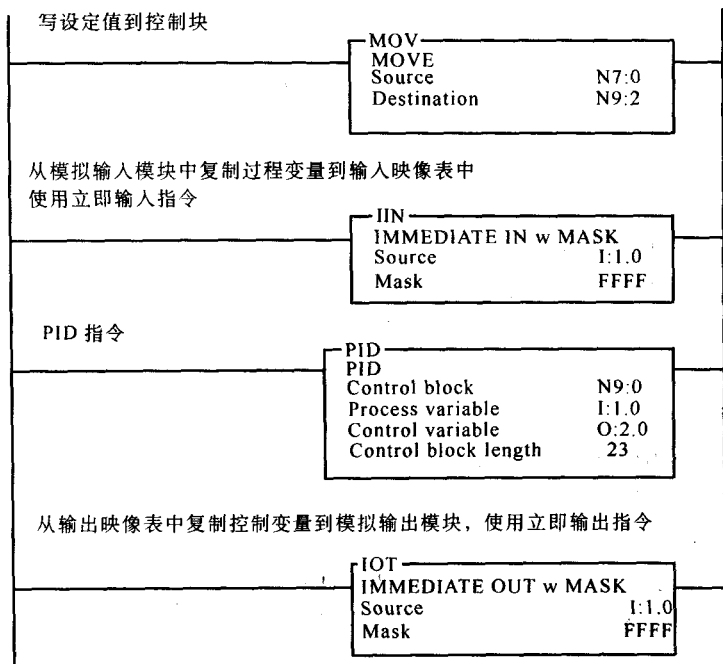

图 12-46 带有 PID 指令的 SLC 500 程序
图 12-46 为一个使用 PID 指令的 SLC 500 程序。注意，PID 指令的执行是无条件的。它可以按照程序员在配置 PID 指令时给出的时间间隔来定时执行。图中还画出了立即输入、输出指令，假设模拟输入和模拟输出模块使用的数据是 0 到 16383 之间的，与 PID 指令相同。事实上，过程变量和控制变量往往需要标度变换。SLC 500 提供了两个指令，SCL 和 SCP，它们都可以改变数值的大小和偏移量。
■ 定时模式 如果=1, PID 指令就会当作主扫描的一部分来执行(通常像图 12-46 中一样无条件执行),但是它还要用到一个定时器,为的是按照控制块中的回路更新时间来定时计算新的过程变量。
1) 设定值 (偏离量为 2) 该值通常被用户程序的另一个指令写入控制块，如图 12-46